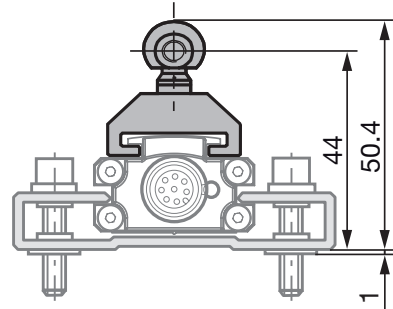
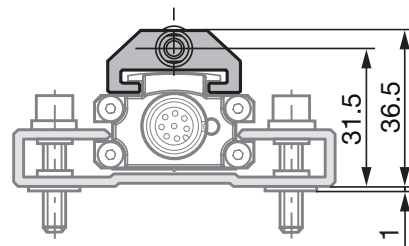
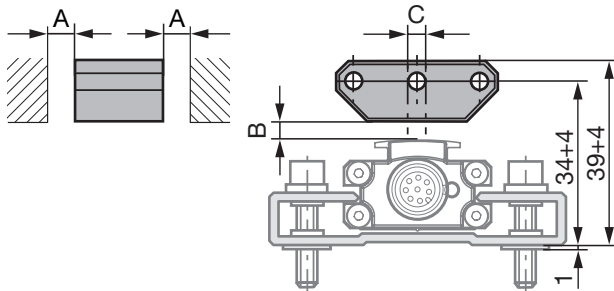
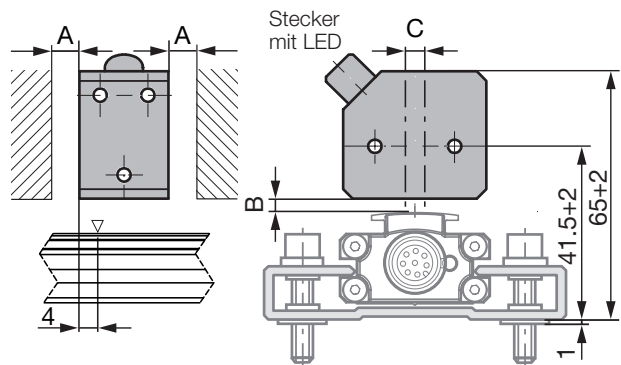

Bild 4-1: Maße und Abstände mit Positiongeber BTL5-F-2814-1S
Bild 4-2: Maße und Abstände mit Positiongeber BTL5-T-2814-1S
Bild 4-3: Maße und Abstände mit Positionsgeber BTL5-P-3800-2
Bild 4-7: Maße und Abstände mit Positionsgeber BTL5-P-4500-1 mit elektrischer Magnetfeld-Erzeugung (24 V/100 mA)
i Der Wegaufnehmer Micropulse in Profilbauweise eignet sich sowohl für freie, d. h. berührungslos arbeitende Positiongeber (siehe Bild 4-3 bis Bild 4-7) als auch für geführte Positiongeber (siehe Bild 4-1 und Bild 4-2).
- Der Abstand A zwischen Positionsgeber und Teilen, die aus magnetisierbarem Material bestehen, muss mindestens 10 mm betragen (siehe Bild 4-3 bis Bild 4-7).
- Für den Abstand B zwischen Positionsgeber und Wegaufnehmer und für den Mittenversatz C (siehe Bild 4-3 bis Bild 4-7) sind folgende Werte einzuhalten:
Tab. 4-1: Abstand und Versatz für Positionsgeber (siehe Bild 4-3 bis Bild 4-7)
Der Messbereich ist um 4 mm in Richtung des BTL-Steckers versetzt (siehe Bild 4-7).